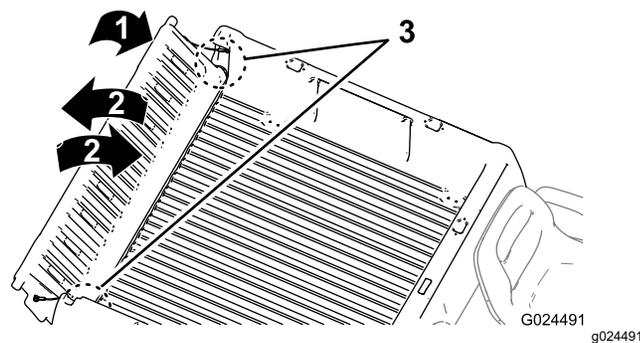

Figure 17
- Faites pivoter le hayon à environ 45° (Figure 17).
- Faites pivoter le hayon d'avant en arrière en l'agitant légèrement quelques secondes (Figure 17).